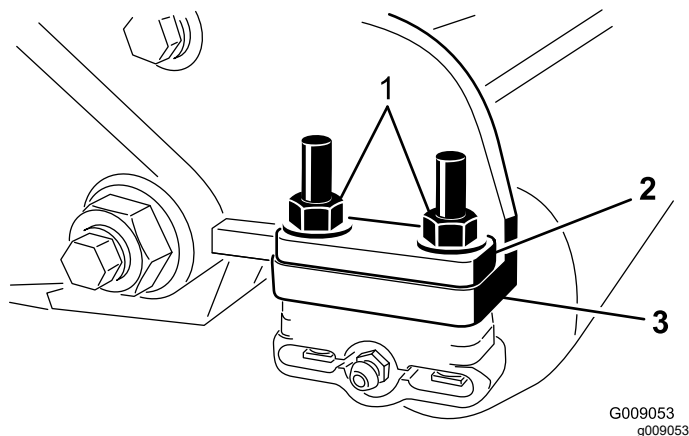

**Figura 6**
6. Monte a estrutura da escova do rolo na estrutura dos rolamentos do cilindro com 2 parafusos de cabeça allen ( $\frac{3}{8}$  x 1 pol.) (Figura 6). Posicione a estrutura da escova do rolo de forma a que o furo roscado fique virado para a frente da unidade de corte.